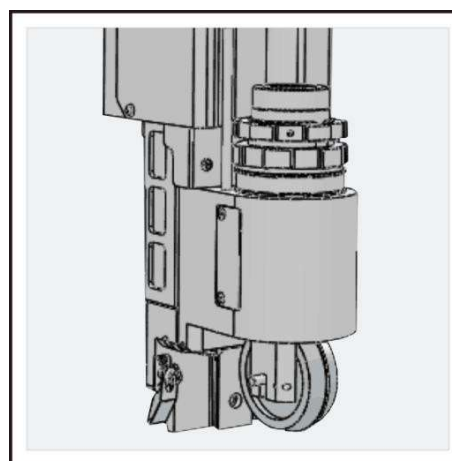

Рис. 30
- Надавите на колесо рукой, если падения нет, это означает, что установка завершена (рис. 30)